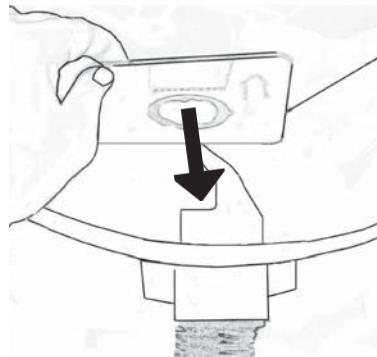

Fig. 23
1. Sett i støvpose slik at spor i pappbrikke passer med opphøyningene på stuss. Vri deretter posen litt slik at opphøyningene holder posen på plass, Fig. 23.